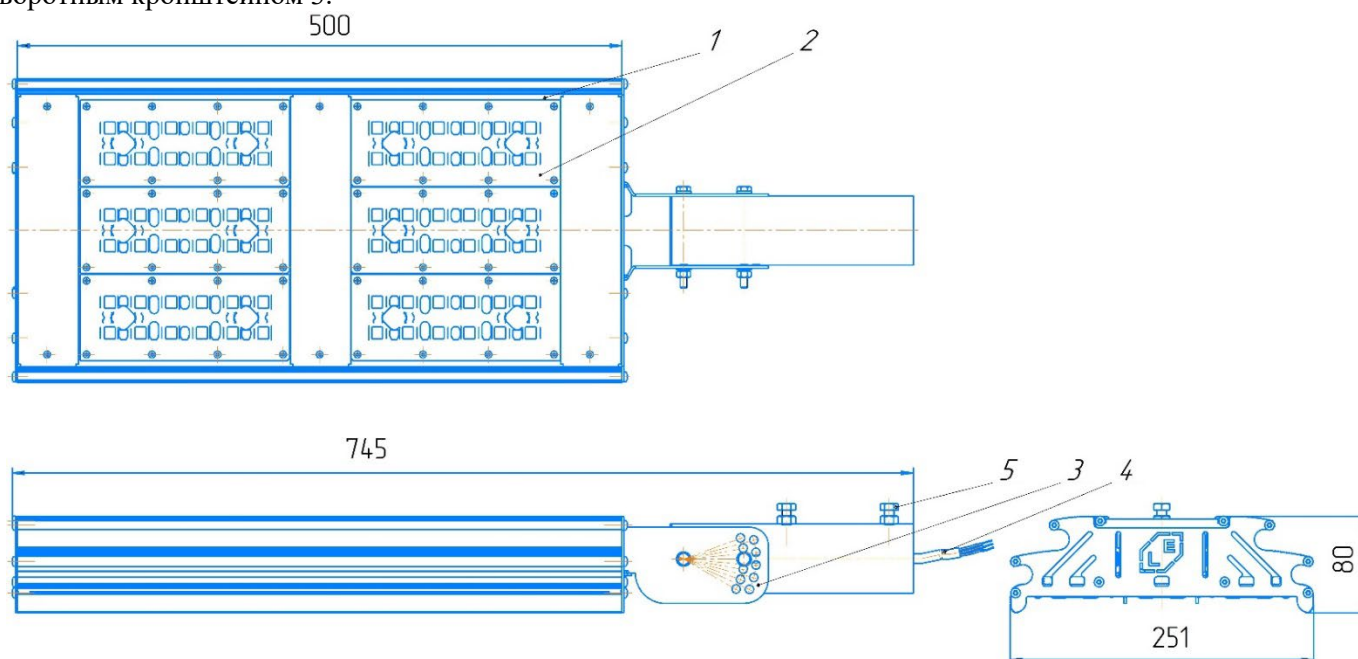

Рисунок 1 - Конструкция светильника
4. Подвести сетевые провода к колодке, подключить провода от светильника к клеммной колодке. Для подключения светильника к электрической сети необходимо подключить сетевой электропитающий кабель к электрическому кабелю светильника 4 (см. рис. 1), соблюдая требования по цветовому подключению проводов: земля – желто-зеленый провод; фаза – коричневый (или иного цвета); ноль – синий.